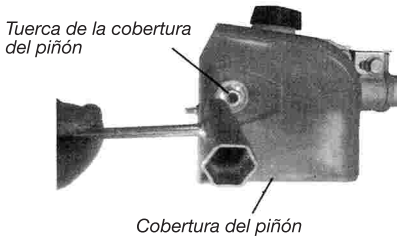

Imagen 16
1. Con el extremo pequeño de la llave de bujía, afloje la tuerca de la cobertura del piñón (para quitarla, gire en sentido contrario a las agujas del reloj) y quite la cobertura del piñón. Ver Imagen 16.